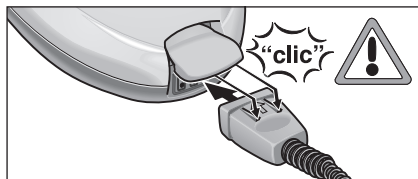

Fig. 1: Inserimento della spina monoblocco
- Inserire saldamente la spina monoblocco (C7) nella presa dell'apparecchio (A1). I due naselli della spina monoblocco devono innestarsi nel coperchio della presa dell'apparecchio (si veda fig. 1).